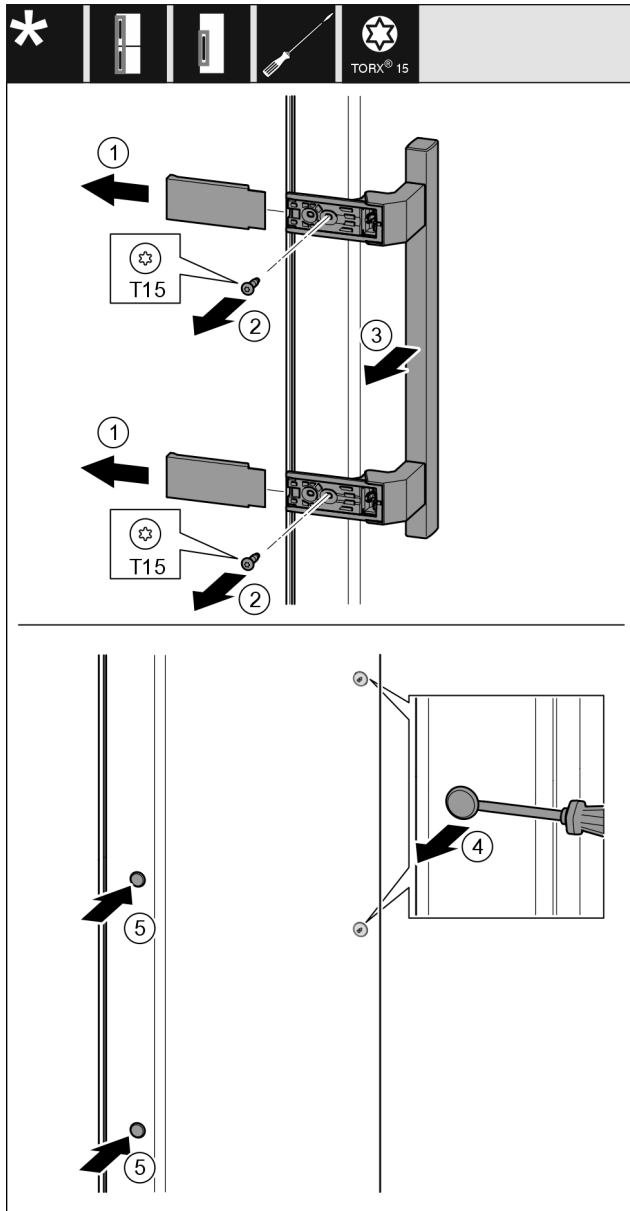

Fig. 54
- Снимите крышку Fig. 54 (1).
- Выкрутите винты Fig. 54 (2) отверткой.
- Снимите ручку Fig. 54 (3).
- Осторожно приподнимите шлицевой отверткой боковую заглушку Fig. 54 (4) и извлеките ее.
- Снова установите заглушку Fig. 54 (5) с другой стороны.